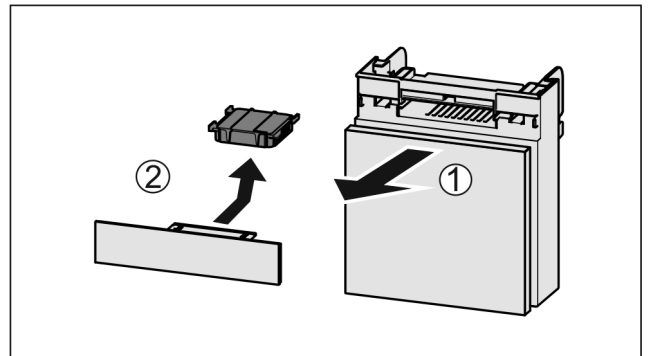

Fig. 209
- ▶ Fach nach vorne herausziehen Fig. 209 (1).
- ▶ Aktivkohlefilter entnehmen Fig. 209 (2).